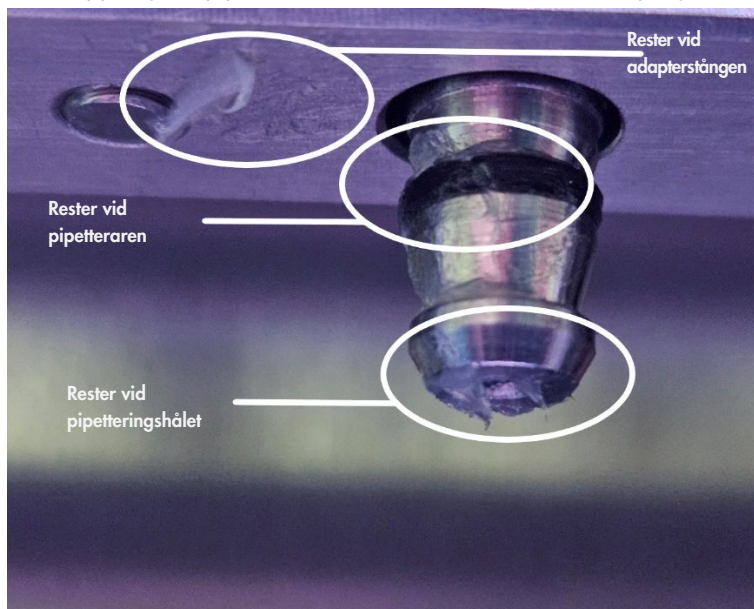

Bild 180. Exempel på en översmörd spetsadapter. Alla markerade punkter ska kontrolleras och alla synliga fettrester ska tas bort.
8. Se till att det inte finns något fett på andra delar än D-ringarna, särskilt på stängens på toppen och på pipetternas öppning (se Bild 180, nedanför).